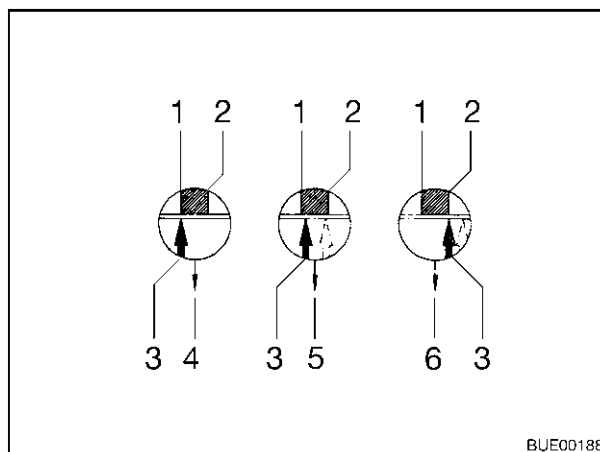

Fig. 114 Guarnizioni di attrito
- Se la freccia sul disco pressione (Fig. 114,3) si trova prima o alla superficie di marcatura (Fig. 114,1), le guarnizioni di attrito sono ancora allo stato nuovo (Fig. 114,4).
- Se la freccia sul disco pressione si trova all'interno della superficie di marcatura (Fig. 114,1 fino a 2), le guarnizioni di attrito sono leggermente consumate (Fig. 114,5).
- Se la freccia sul disco pressione si trova alla fine della superficie di marcatura (Fig. 114,2) o la supera, le guarnizioni di attrito sono consumate (Fig. 114,6).